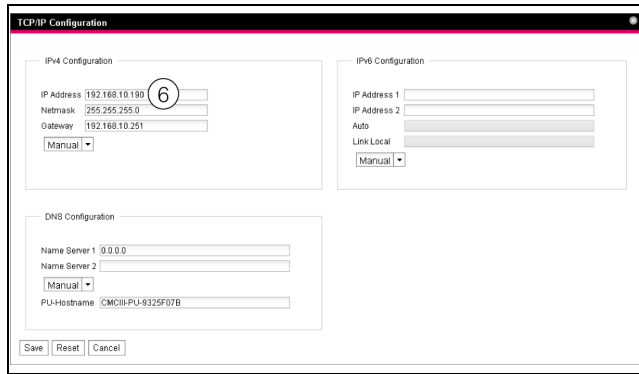

Рис. 14: Настройка подключения TCP/IP
- В окне **TCP/IP Configuration** в группе элементов IPv4 Configuration измените IP-адрес прибора на разрешенный в Вашей сети адрес (рис. 14, поз. 6).